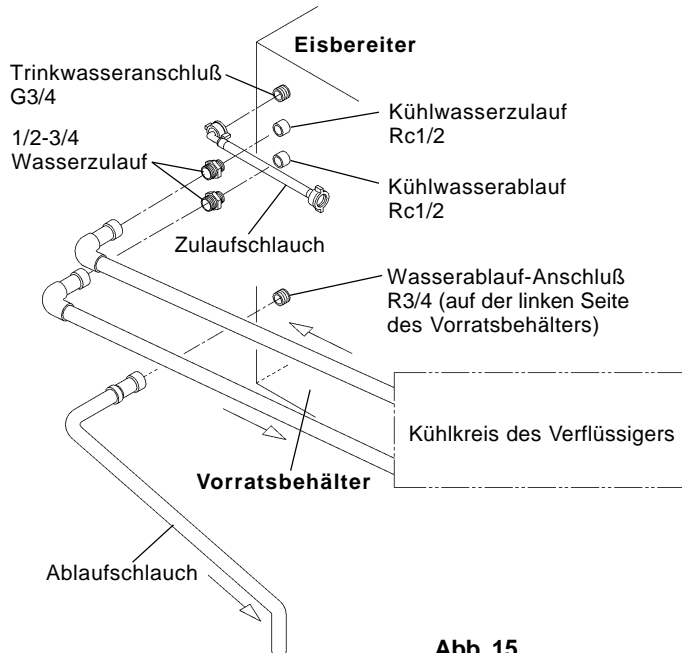

Abb. 15
\* Hoshizaki empfiehlt, wassergekühlte Verflüssiger an ein Kühlsystem mit geschlossenem Kreislauf anzuschließen, welches einen Kühlturm oder Wasserkühler o.ä. benutzt (Siehe Abb. 15 und 16). Das Einfüllen mit Wasser sollte über ein Kugelventil/-unterbrecher Tanksystem reguliert werden.
### [a] Standardanschlüsse entsprechend der WRC-Bestimmungen im Vereinigten Königreich (Abb. 15 und 16)
3) Den grauen, flexiblen Ablaufschlauch (Zubehör) wie in (Abb. 15) gezeigt an den R3/4-Anschluß an der linken Seite des Vorratsbehälters festschrauben, dabei wieder darauf achten, daß der Gummidichtungsring sicher eingepaßt ist. Verbindung von Hand festschrauben. Dieser Schlauch kann zum Abfließen in einen Kanal auf die richtige Länge zugeschnitten werden.
- 5) Mittels eines geeigneten starren Rohrs den Kühlkreislauf des Verflüssigers mit den freien Enden der 1/2-3/4 Wasserzuläufe wie dargestellt (Abb. 15) verbinden.